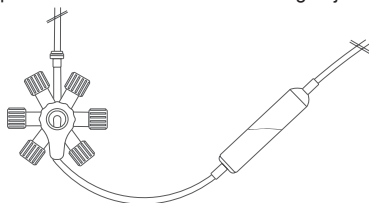

Fig 1. Preparação da câmara de gotejamento
4. Quando aplicável, fechar a tampa com ventilação da lanceta (1).
5. Verificar se o manípulo do RondelO (7) está na posição de fluxo.
6. Fechar o grampo rotativo (9) do dispositivo IV primário RondelO.
10. Segurar a câmara de gotejamento (8) invertida e posicionar ao mesmo nível que o RondelO, abrir o grampo rotativo (9) do dispositivo IV e encher a câmara de gotejamento como indicado na (Fig 1.).